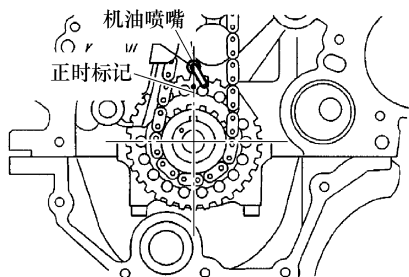

图 1-214 转动曲轴齿轮
- 在正时链条被拆下的状态下转动凸轮轴时，先从 TDC 位置逆时针转动曲轴 40°，见图 1-214。